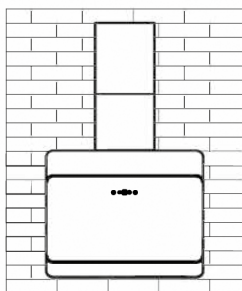

Рис. 5
8. Отрегулируйте высоту внутреннего воздуховода до нужного положения, слегка расширьте внешний воздуховод и закрутите винт. См. рис. 5.